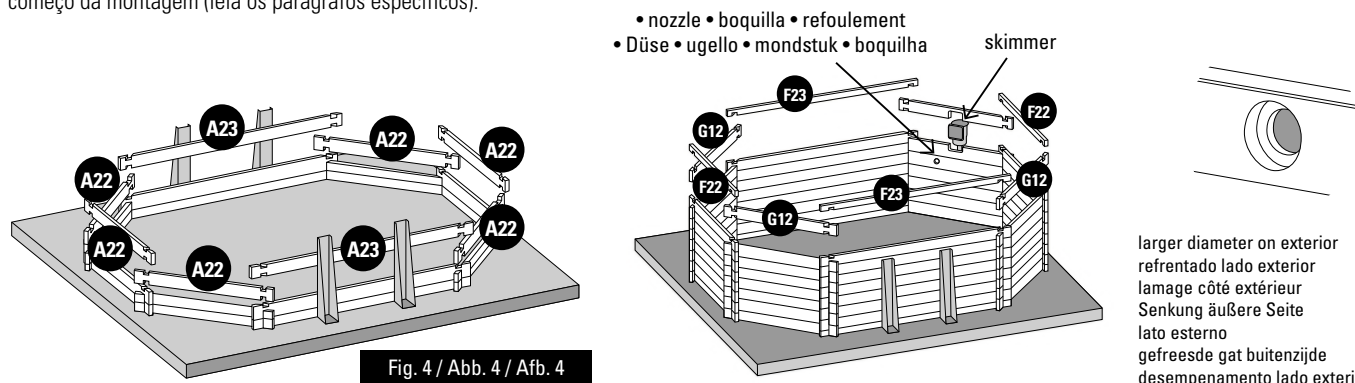

Fig. 4 / Abb. 4 / Afb. 4
3rd LAYER OF BOARDS: Install the third layer of boards as shown in figure 4. The position of the refilling fitting with the key and the skimmer should be defined at the start of the assembly (read the specific paragraphs).
3ÈME RANGÉE MADRIERS : Positionnez les madriers de la 3ème rangée conformément à la figure 4. Vous devez avoir déterminé l'emplacement de la buse de refoulement et du skimmer dès le début du montage (voir paragraphes spécifiques).
3. BRETTERREIH: Platzieren Sie die Bretter der dritten Reihe laut Abb. 4. Zu Beginn der Montage müssen Sie die Lage des Druckventils und des Skimmers festlegen (lesen Sie hierzu die entsprechenden Abschnitte).
3ª RIJ PLANKEN: Plaats de planken van de derde rij zoals te zien is op afbeelding 4. U moet al bij aanvang van de montage bepalen op welke plaats het uitstroombondstuk en de skimmer moet komen (less de betreffende paragrafen).